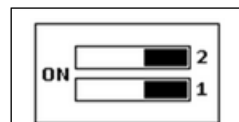

Fig. 5
- Mettre le DIP 1 sur off, comme illustré à la figure 5. La position du DIP 2 est sans importance ;